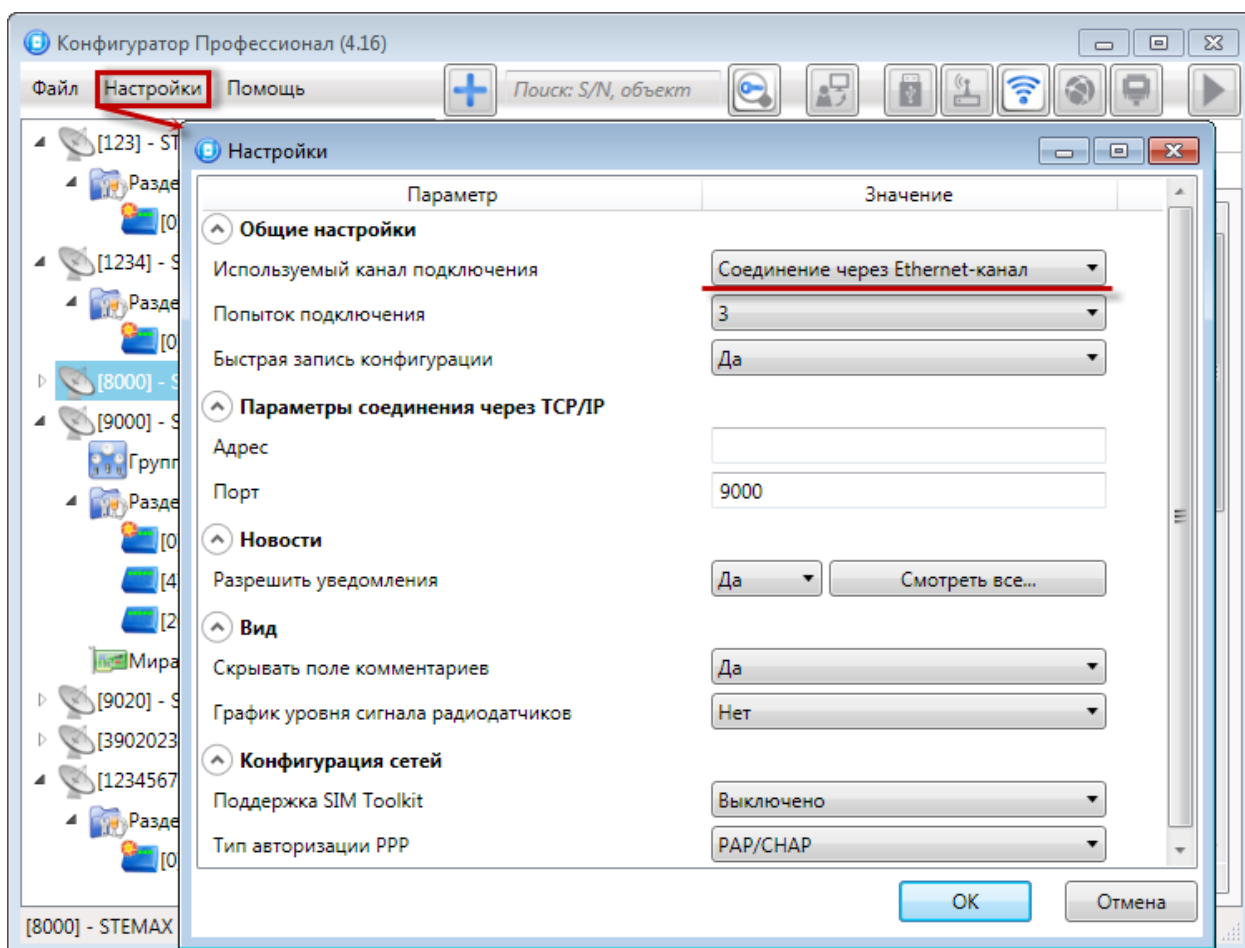

Рис. 4.8. Параметры подключения по каналу Ethernet / Wi-Fi
- Щелкните левой кнопкой мыши по меню *Настройки* в основном окне программы *Конфигуратор Профессионал*, в результате чего откроется окно *Настройки* (Рис. 4.8).